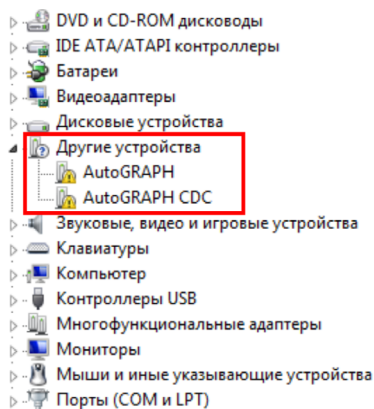
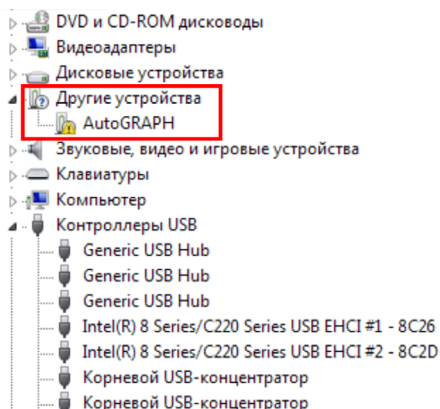

Рис.1. Прибор «АвтоГРАФ-GSM» с новым драйвером.
Рис.2. Прибор «АвтоГРАФ-GSM» со старым драйвером.
Программа «AG.GSMConf» версии 3.3.0 и выше поддерживает работу как со старым USB драйвером, так и с новым. Узнать, с каким драйвером работает прибор можно, подключив его компьютеру. Если прибор поддерживает работу с новым драйвером, то в Диспетчере устройств появятся два новых устройства – AutoGRAPH и AutoGRAPH CDC (**Рис.1**). Если устройство работает со старым драйвером, то в Диспетчере устройств появится одно новое устройство – AutoGRAPH (**Рис.2**).
- В Диспетчере устройств появятся новые устройства AutoGRAPH и AutoGRAPH CDC (**Рис.1**).
- При подключении прибора к ПК с установленной ОС MS Windows 7, прибор будет автоматически обнаружен (Рис.2). Необходимо скачать драйверы с поддержкой MS Windows 7 (AutoGRAPH\_DRIVER\_AND\_GPS-MOUSE.zip) с официального сайта ООО «ТехноКом» и установить их вручную.